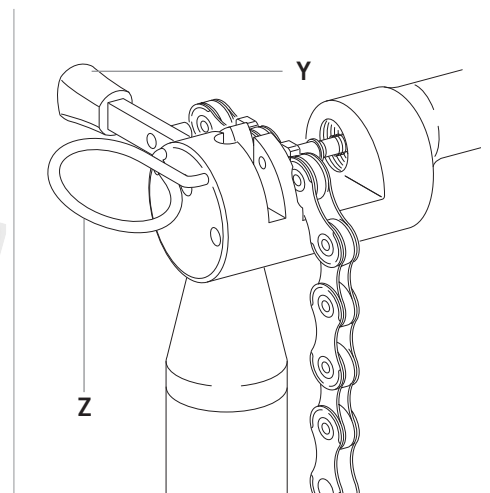

Fig.12
- Bloquear el eslabón con su dispositivo de bloqueo (Z - Fig. 12).
- Comprobar que la lengüeta de la herramienta **UT-CN400 (12s) / UT-CN300 (11s / 12s)** esté en posición externa (Y - Fig. 12).